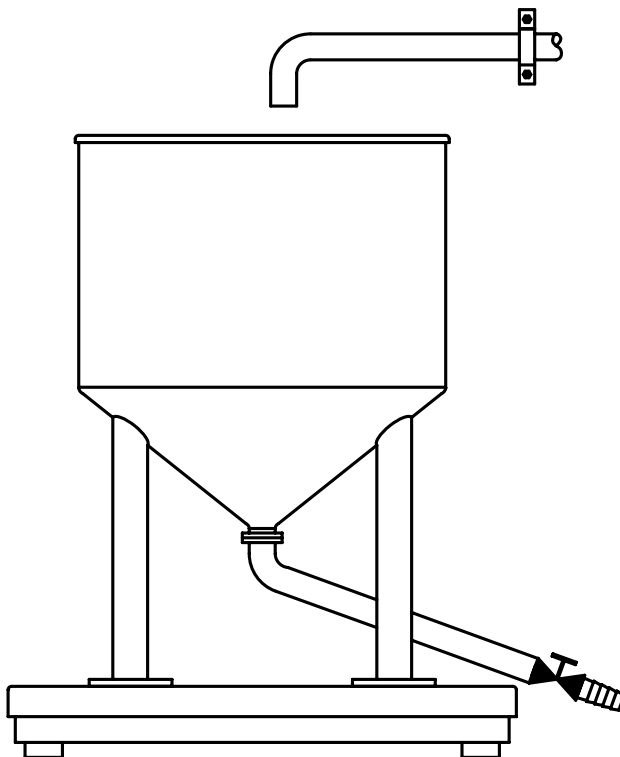

Figura 23: báscula para depósitos de referencia
3. Transferencia de materiales. Con este método, el material (p. ej., agua) se pesa en una báscula de referencia independiente y se transfiere al depósito/recipiente en cuestión para la calibración. Este método depende de la precisión de la báscula de referencia y el cuidado adoptado para evitar pérdidas de material durante la transferencia. Puede ser muy preciso si la báscula de referencia es una báscula de precisión de METTLER TOLEDO con tecnología MFR y los efectos de la colocación de tuberías se minimizan como se muestra en la figura 23.